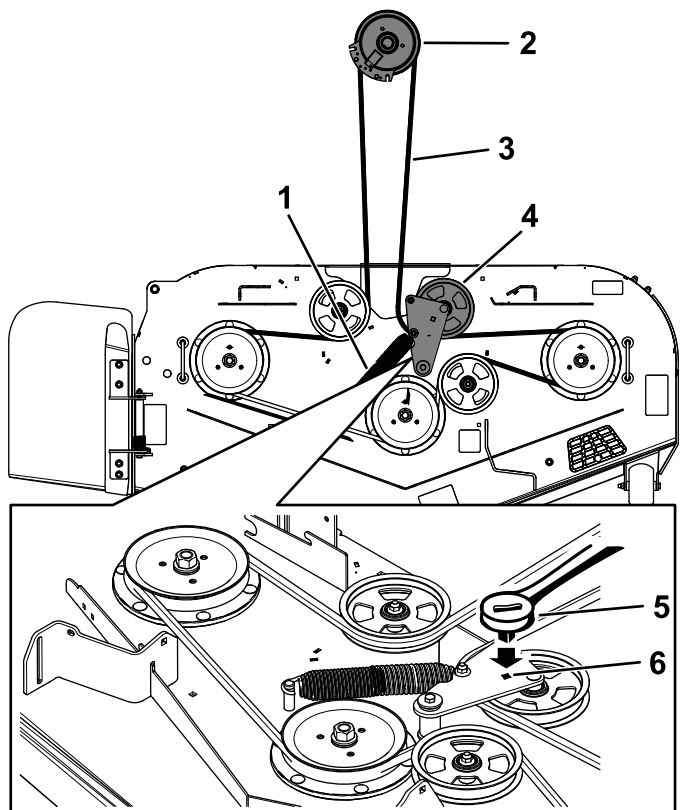

Figure 79
5. Insérez un rochet de $\frac{3}{8}$ pouce dans le trou carré du bras de la poulie de tension pour détendre le ressort de la poulie de tension (Figure 79).
7. Enlevez le guide-courroie situé sur le bras de la poulie de tension rappelé par ressort (Figure 79).
9. Acheminez la courroie neuve autour des poulies du tablier de coupe et de la poulie d'embrayage, sous le moteur (Figure 79).
10. Montez le guide-courroie sur le bras de la poulie tension (Figure 79).
11. Insérez le rochet de $\frac{3}{8}$ pouce dans le trou carré et installez le ressort de la poulie de tension (Figure 79).